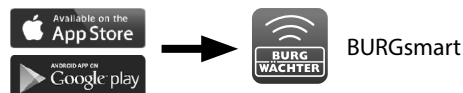

Fig. 1
- 1 Para poder configurar seu novo sistema de bloqueio, você deve primeiro descarregar o aplicativo *BURGS*mart. Ele pode ser encontrado na App Store do iOS e na Google Play Store (Fig. 1).